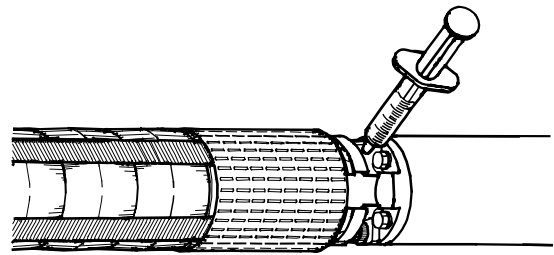

Fig. 7 Posición de la válvula de llenado
1. Sacar con palanca el filtro enfrente de la válvula de la parte superior del motor utilizando un destornillador. Si el filtro está encajado, desatornillarlo. La posición de la válvula de llenado se muestra en la fig. 7.
2. Presionar la jeringuilla de llenado contra la válvula e inyectar el líquido, fig. 7. Si el cono de la válvula se aprieta demasiado, puede dañarse ocasionando escapes de agua en la válvula.